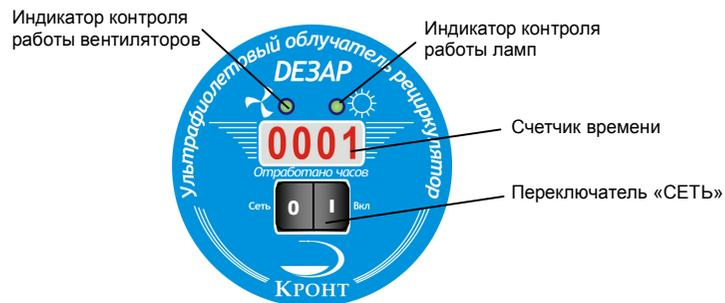

Рис.1
- 5.6. Световые индикаторы, расположенные на панели управления, контролируют поступление напряжения питания на лампы и вентиляторы. При отсутствии напряжения индикатор гаснет. Изображения лампы и вентилятора нанесены рядом с соответствующими световыми индикаторами (рис. 1).